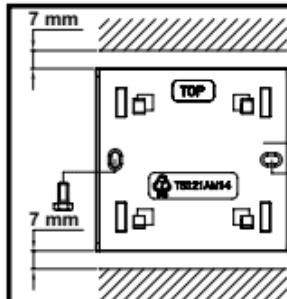

Fig. 3.
1. Fixez la plaque de retenue A (fig. 3) à l'aide des vis fournies avec l'appareil sur un boîtier encastré ou directement au mur à l'aide des vis et des chevilles. L'indication "TOP" doit figurer en haut de la plaque de retenue.